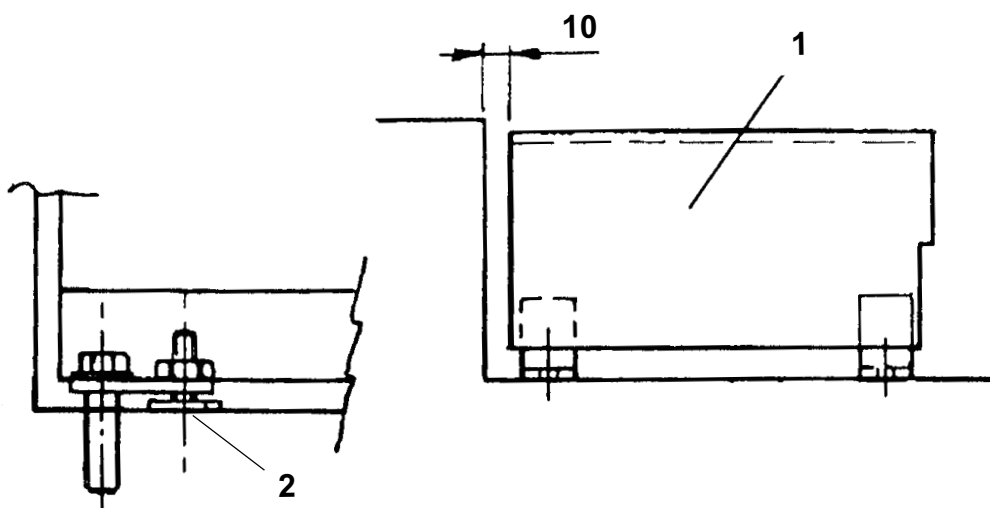

Fig. 15
Rif. Fig. 14-15. Posizionare sul pavimento il supporto (1) come a Fig. 15 nel centro delle prolunghe pedane, inserire sotto le viti di registro M12 i piastri (2) quindi registrare l'altezza. Utilizzando i fori del supporto come dime, forare con una punta da 12 mm profondità 80 mm. Inserire i tasselli in dotazione e serrare a fondo.
Ref. Fig. 14-15. Position the support (1) on the floor as shown in Fig. 15 in the middle of the footboard extensions, fit the plates (2) beneath the adjustment screws M12, then adjust the height. Using the holes of the support as templates, drill to a depth of 80 mm with a 12 mm bit. Fit the plugs supplied and tighten home.
Zu Abb. 14-15. Die Halterung (1) gemäß Abb. 15 auf den Fussboden und in die Mitte der Fahrschienenverlängerungen positionieren. Unter die Einstellschrauben M12 die Plättchen (2) einsetzen und dann die Höhe einstellen. Die Halterungsbohrungen als Schablonen verwenden und mit einem 12 mm Bohrer 80 mm tief bohren. Die mitgelieferten Dübeln einsetzen und fest anziehen.
Réf. Fig. 14-15. Positionner au sol le support (1) comme indiqué à la Fig. 15, au centre des rallonges des chemins de roulement et introduire sous les vis de réglage M12 les plaques (2) et régler la hauteur. Utiliser les trous du support comme gabarit et percer avec une mèche de 12 à une profondeur de 80 mm. Introduire les chevilles en dotation et serrer à fond.
Ref. Fig. 14-15. Colocar en el suelo el soporte (1) como indica la Fig. 15 en el centro de las prolongaciones de las tarimas; meter debajo los tornillos de regulación M12, las chapetas (2) y luego regular la altura. Utilizando los agujeros del soporte como plantillas, agujerear con una punta de 12 mm. a una profundidad de 80 mm. Meter los tacos que se dan con el equipamiento y apretar a fondo.